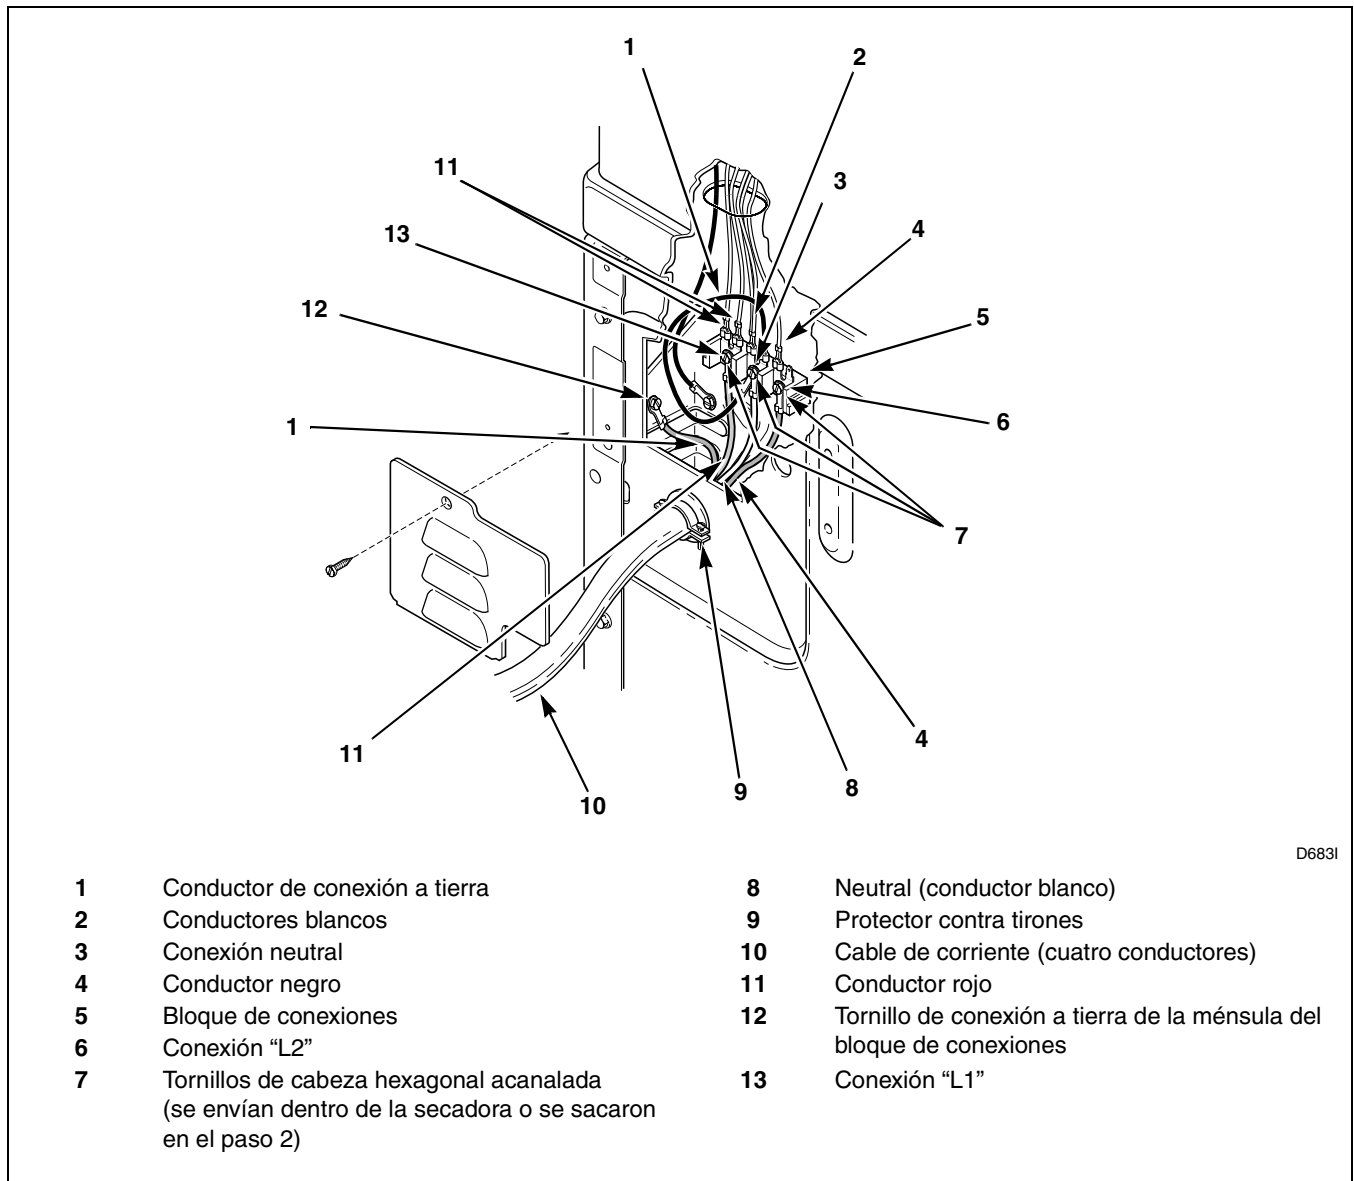

Figura 17
**NOTA:** Cuando instale el conductor blanco, tome el extremo del ojal libre del conductor de conexión a tierra (del paso 4) y colóquelo junto con el conductor blanco y una ambos conductores a la conexión neutral (central) en el bloque de conexiones. Consulte la *Figura 17*.
11. Revise la continuidad de la conexión a tierra antes de conectar el cable de corriente en un tomacorriente. Use un indicador adecuado en la patilla central de conexión a tierra de la clavija y en el tornillo verde en la parte posterior del gabinete. Consulte la *Figura 17*.